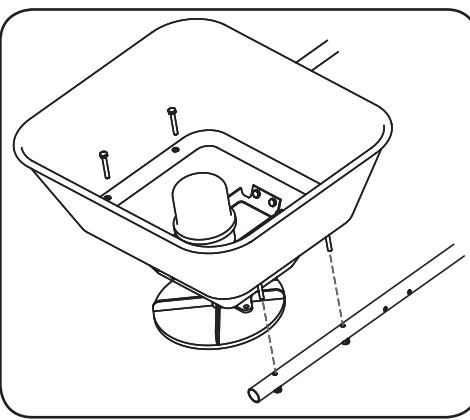

Figure 1-7
- Installez la trémie sur la partie arrondie des tubes avec quatre boulons M6 x 40 et quatre écrous autobloquants. Voir Figure 1-7.